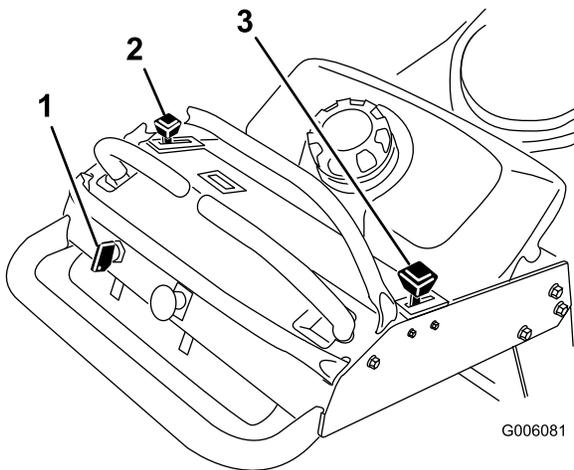

Bild 7
4. Vor dem Anlassen eines kalten Motors sollten Sie den Gasbedienungshebel auf schnell und den Chokehebel auf Ein stellen (Bild 7).
2. Stellen Sie dann den Gasbedienungshebel auf Langsam (Bild 7).